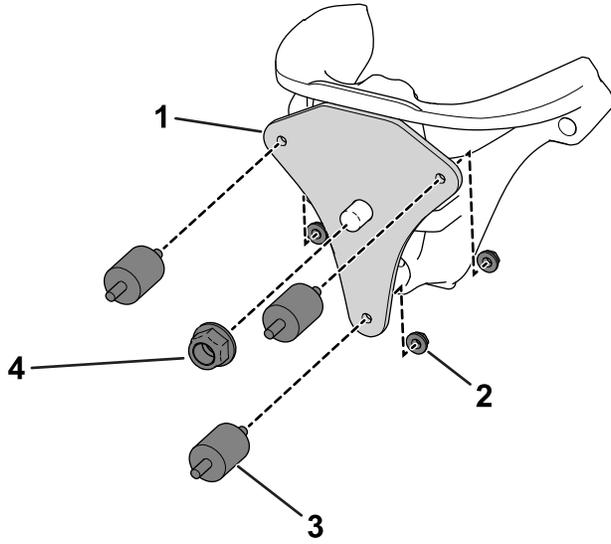

図 5
8. ナット 5/8 インチで、取り付けプレートにステアリングヘッドに固定する 図 5。
- 9. ゴム製ダンパ用マウント3個を取り付けプレートに固定するナット5/16 インチ3個で図5のように固定する。